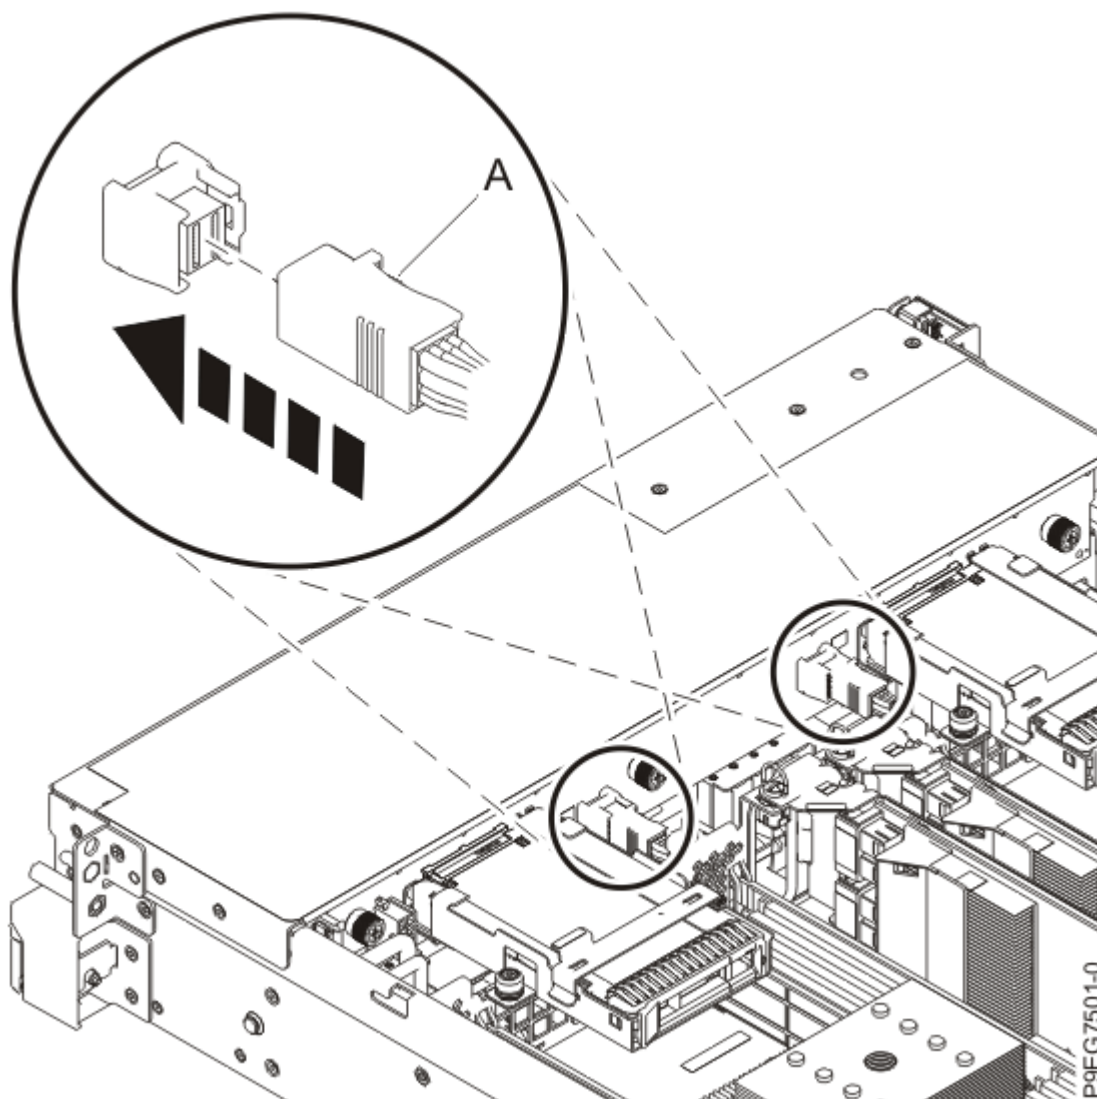

図 10. 前面 SAS ケーブルの再接続
6. ラベルを確認して、前面 SAS ケーブル **(A)** をディスク・ドライブ・バックプレーンのコネクタ・ポートに再接続します。コネクタの止め金が掛かるまで、コネクタを内部に押します。13 ページの図 10 を参照してください。